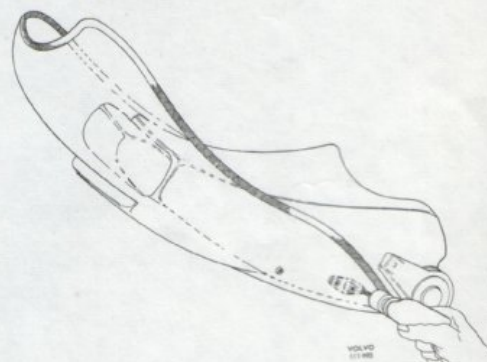

Bild 7
19. Borra hålen för den högra styrbrickan med ett 4 mm borr. Bild 7.